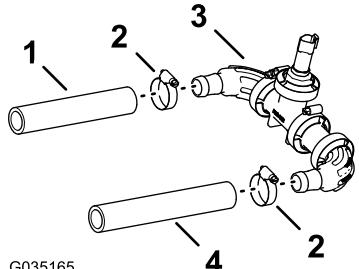

図 58
1. 図 58に示すように、水圧トランステューサとマニホールドのバーブ付きエルボフィッティングに、ホース $1" \times 7\frac{1}{4}"$ を組み付ける。
2. ホースとバーブ付きフィッティングをホースクランプで固定する図 58。
3. 図 58に示すように、水圧トランステューサとマニホールドのもう一方のバーブ付きエルボフィッティングに、ホース $1" \times 8\frac{1}{2}"$ を組み付ける。
4. ホースとバーブ付きフィッティングをホースクランプで固定する図 58。